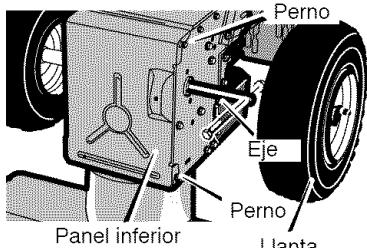

Figura 87
4. Quite los sujetadores que fijan la **llanta derecha**. Quite la **llanta derecha** del **eje** (Figura 87)
19. Instale el **panel inferior** (Figura 87).